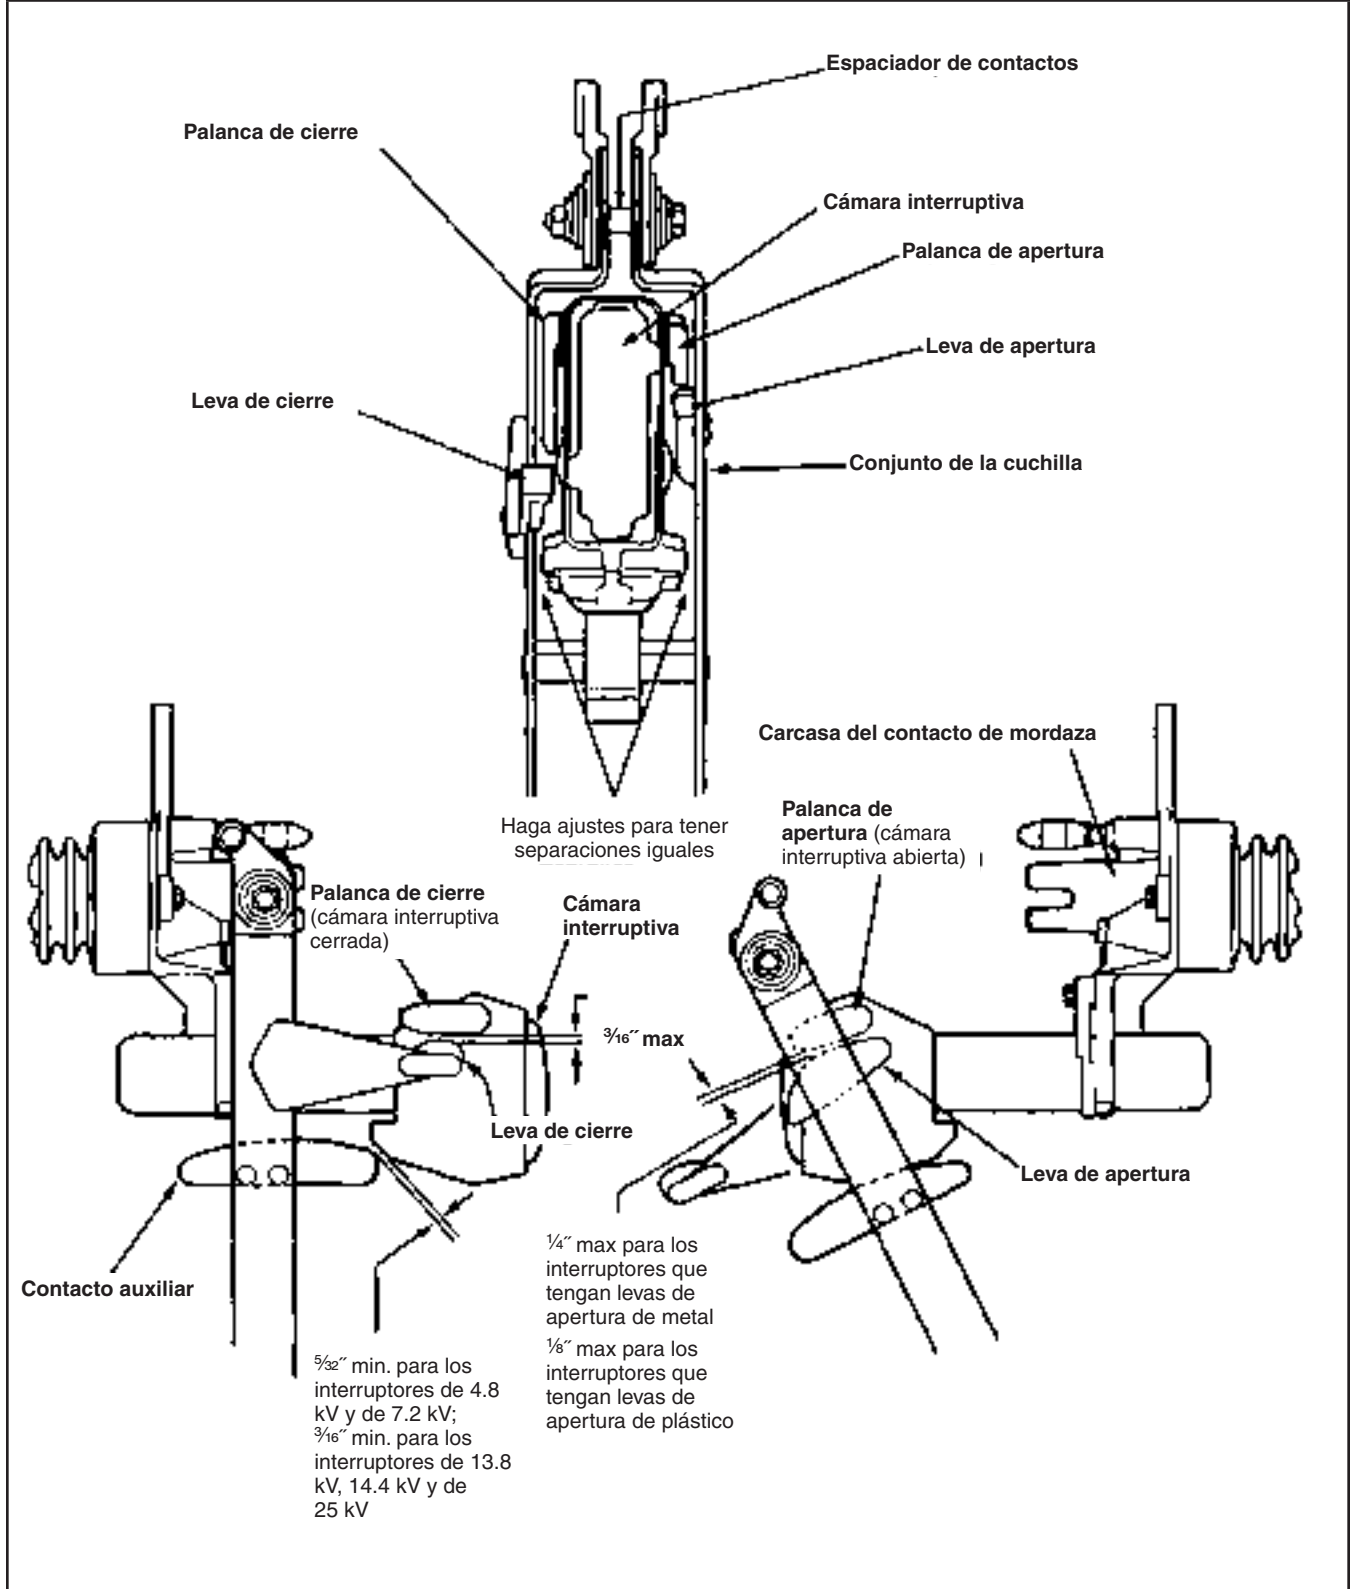

Figura 1. Puntos de verificación del funcionamiento de las cámaras interruptivas de reemplazo que utilizan un solo tornillo para su fijación al interruptor.
**Paso 1** Consulte la Figura 1.
**Paso 5** Consulte la Figura 1.